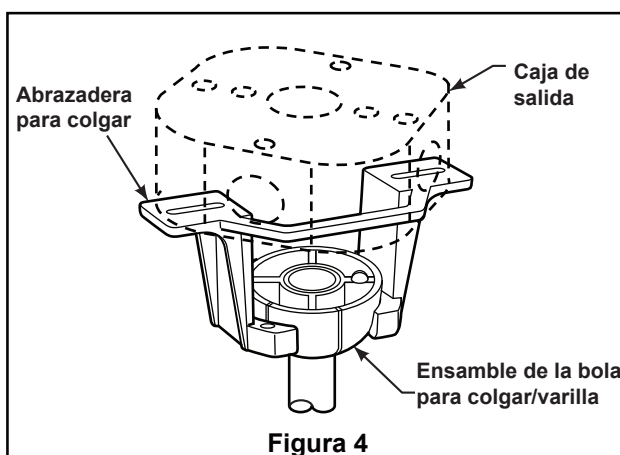

Figura 4
4. Coloque el soporte de la varilla y alinee los orificios de la clavija de horquilla en ambas piezas. Instale la clavija de horquilla y asegúrela con la pinza de horquilla. Fije los dos tornillos de presión y las tuercas de seguridad en el soporte de la varilla interior. (Figura 4)
- ☐ 2. Levante cuidadosamente el ventilador y coloque el ensamble de la bola para colgar/varilla en la abrazadera para colgar que acaba de fijar a la caja de salida. Asegúrese de que la ranura de la bola esté alineada con la lengüeta de la abrazadera para colgar. (Figura 4)
Comprobar el funcionamiento de la luz hacia abajo tirando suavemente de la cadena del tirón luz. (Figura 4)